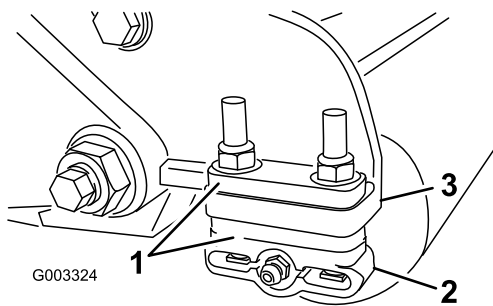

Figure 11
1. Réglez les supports du rouleau arrière (**Figure 11**) à la plage de hauteur de coupe voulue en positionnant le nombre correct d'entretoises sous le rebord de la plaque latérale (**Figure 11**) en vous reportant au tableau des hauteurs de coupe.